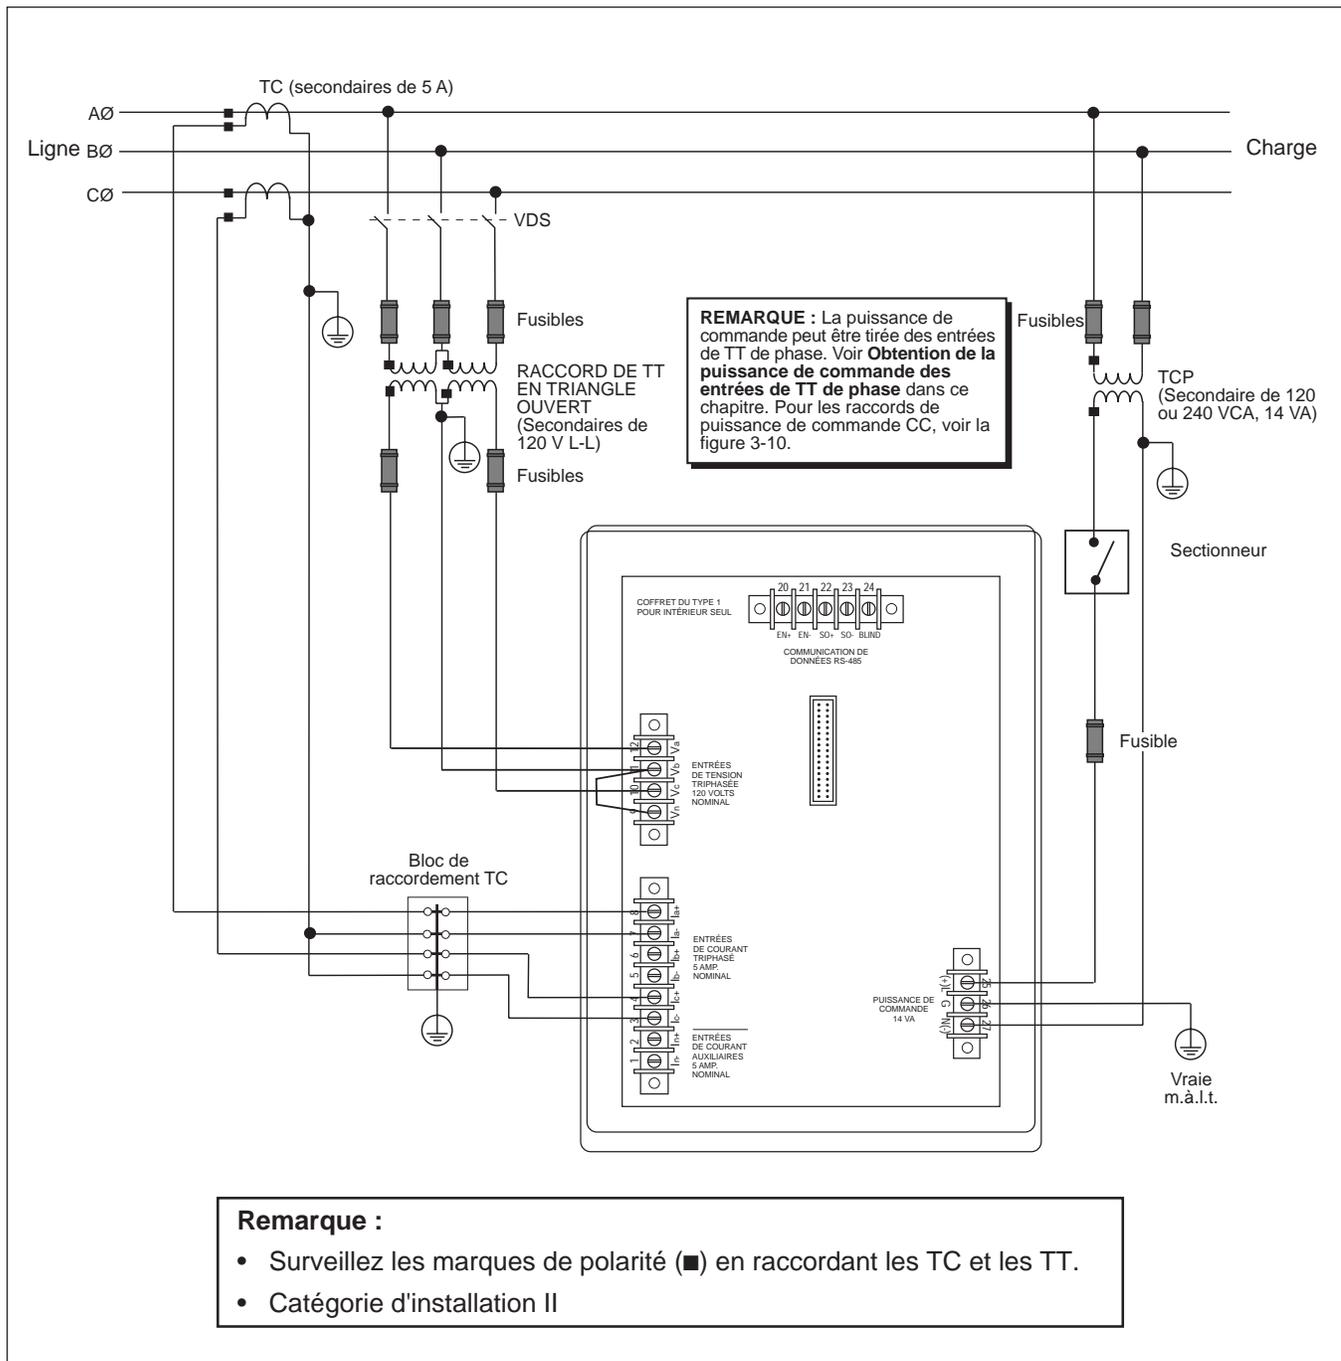
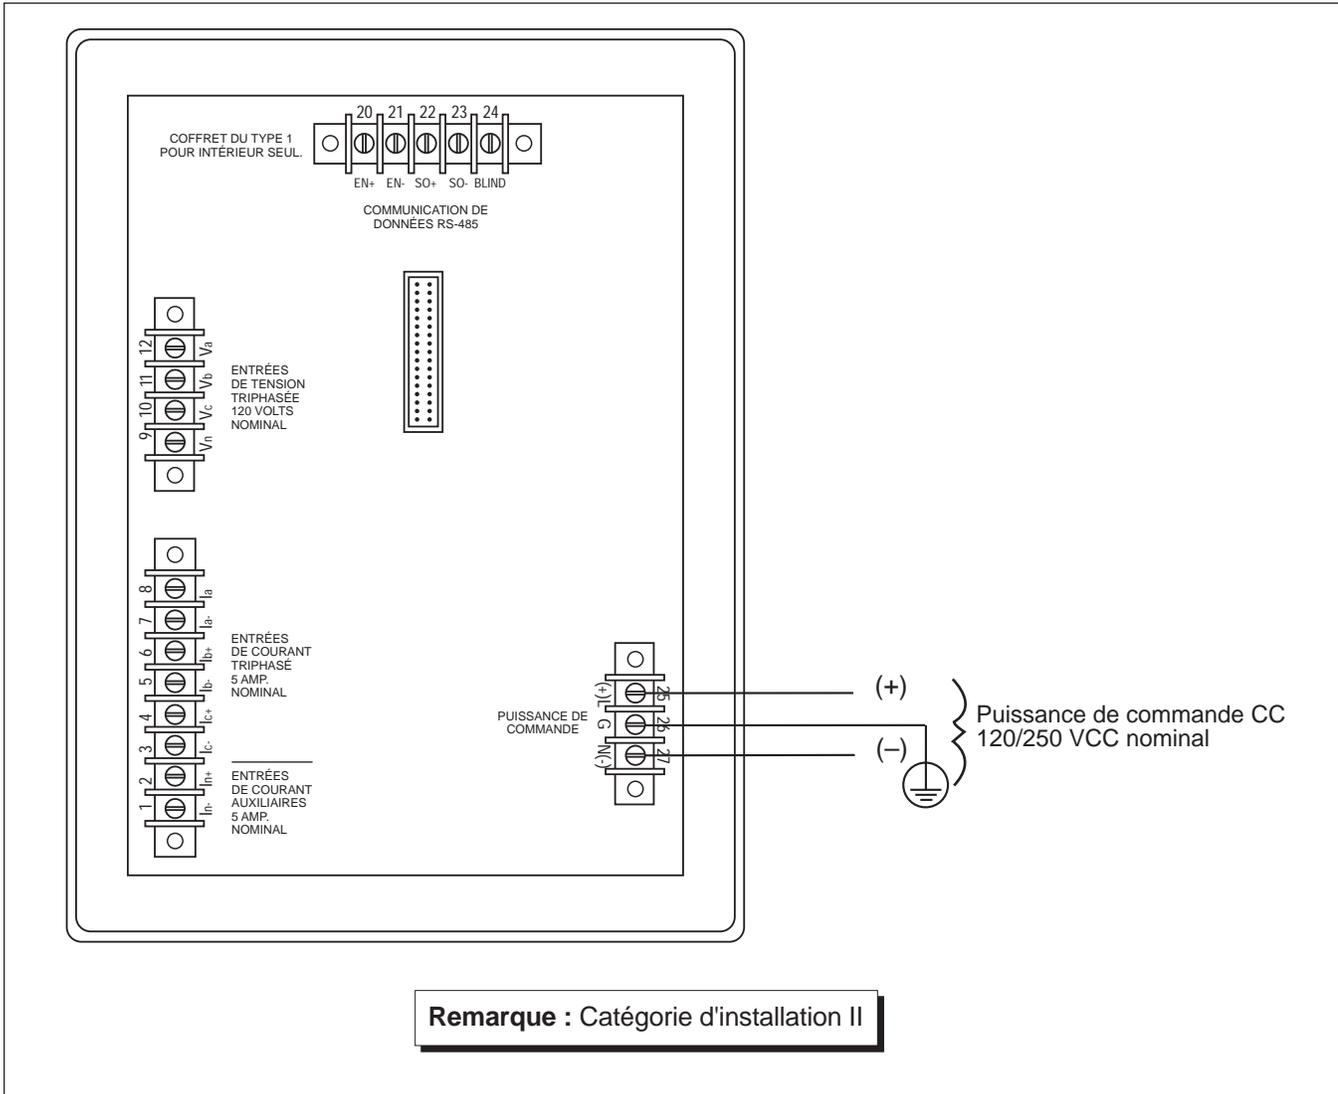

Figure 3-4 : Raccordement triphasé, à 3 fils en triangle
Figure 3-10 : Raccordements de puissance de commande
Le moniteur de circuit supporte une variété de raccordements triphasés de systèmes de puissance, incluant le système à 3 fils en triangle et à 4 fils en Y. Le tableau 3-2 énumère les raccordements possibles. Les figures 3-4 à 3-9 montrent le raccordement TC, TT et de la puissance de commande. La figure 3-10 de la page 24 montre la puissance de commande.
2. Raccorder les connecteurs à cosse aux bornes du moniteur de circuit tel qu'indiqué sur le schéma de câblage approprié. (Les figures 3-4 à 3-10 montrent les raccordements.) Ne pas trop serrer les vis, mais s'assurer qu'elles sont fermement en place.